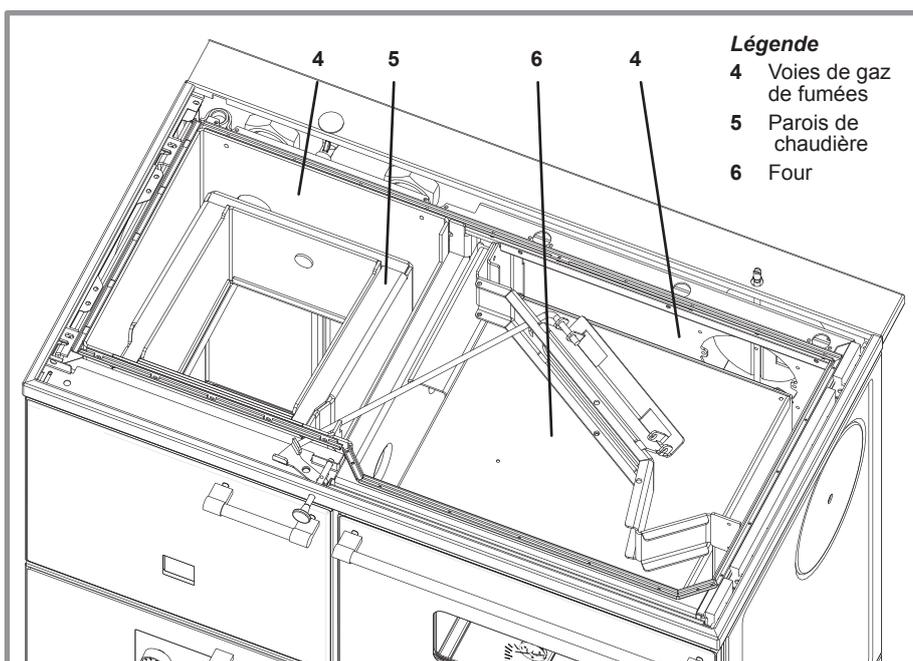

fig. 28 - Accès aux voies de fumées, parois de chaudière et four (vue du dessus, sans couvercles isolants, ni plaques de cuisson)
- c) Frotter et nettoyer les parois de la cuisinière et les voies de fumées latérales et arrières avec une racle à suie et une brosse de nettoyage (fig. 28, page 24).
- e) Balayer les parois extérieures du four et les voies de fumées autour du four et aspirer les résidus avec un aspirateur ou les chasser vers l'ouverture de ramonage (rep. 3, fig. 28, page 24).
En fonctionnement, la porte de ramonage ne doit pas être ou rester ouverte (rep. 3, fig. 28)